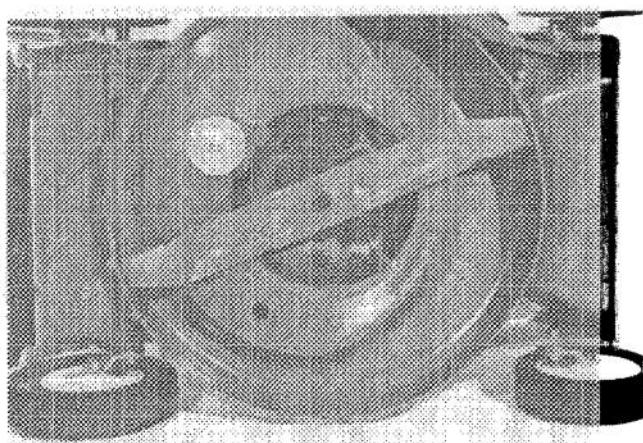

Figure 27
3. **Basculez la tondeuse sur son côté gauche (Fig. 27). Avec un tuyau d'arrosage, enlevez les brindilles d'herbe et la saleté qui se trouvent collées au carter. Utilisez un grattoir pour enlever toute l'herbe que l'eau n'a pas chassée.**